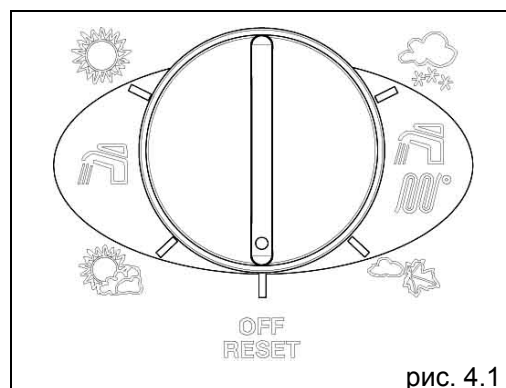

рис. 4.1
На котле установлен пятипозиционный переключатель режимов работы котла (рис. 4.1), который позволяет выбрать наиболее оптимальный для пользователя режим работы.
- переведите главный выключатель котла в положение включено и переведите переключатель режимов работы в нужное положение (рис. 4.1)